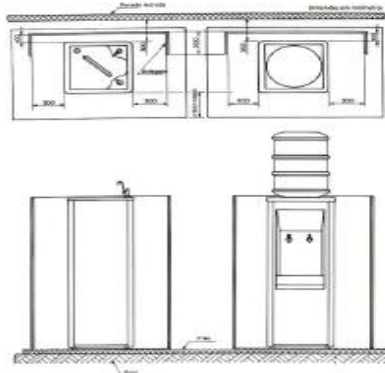

Figura D.1: posicionamento dos anteparos para realização de ensaios de desempenho e eficiência energética.
2.1.2.1. Anteparos, conforme Figura D.1: